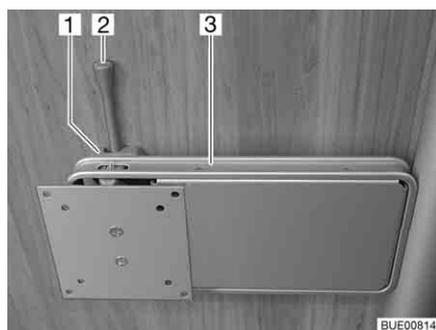

Bild 74 Halterung an Säule
- Den Entriegelungshebel (Bild 74,2) zur Seite drücken und die Halterung (Bild 74,3) mit dem Flachbildschirm in die gewünschte Position drehen.
- Flachbildschirm zurückdrehen, bis die Halterung (Bild 74,3) in die Verriegelung (Bild 74,1) einrastet.